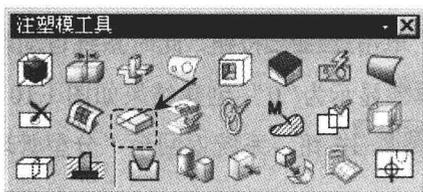

图 1.5 “注塑模工具” 工具条
Step1. 选择命令。在“注塑模向导”工具条中, 单击“注塑模工具”按钮 , 系统弹出图 1.5 所示的“注塑模工具”工具条; 在系统弹出的工具条中, 单击“面拆分”按钮 ,